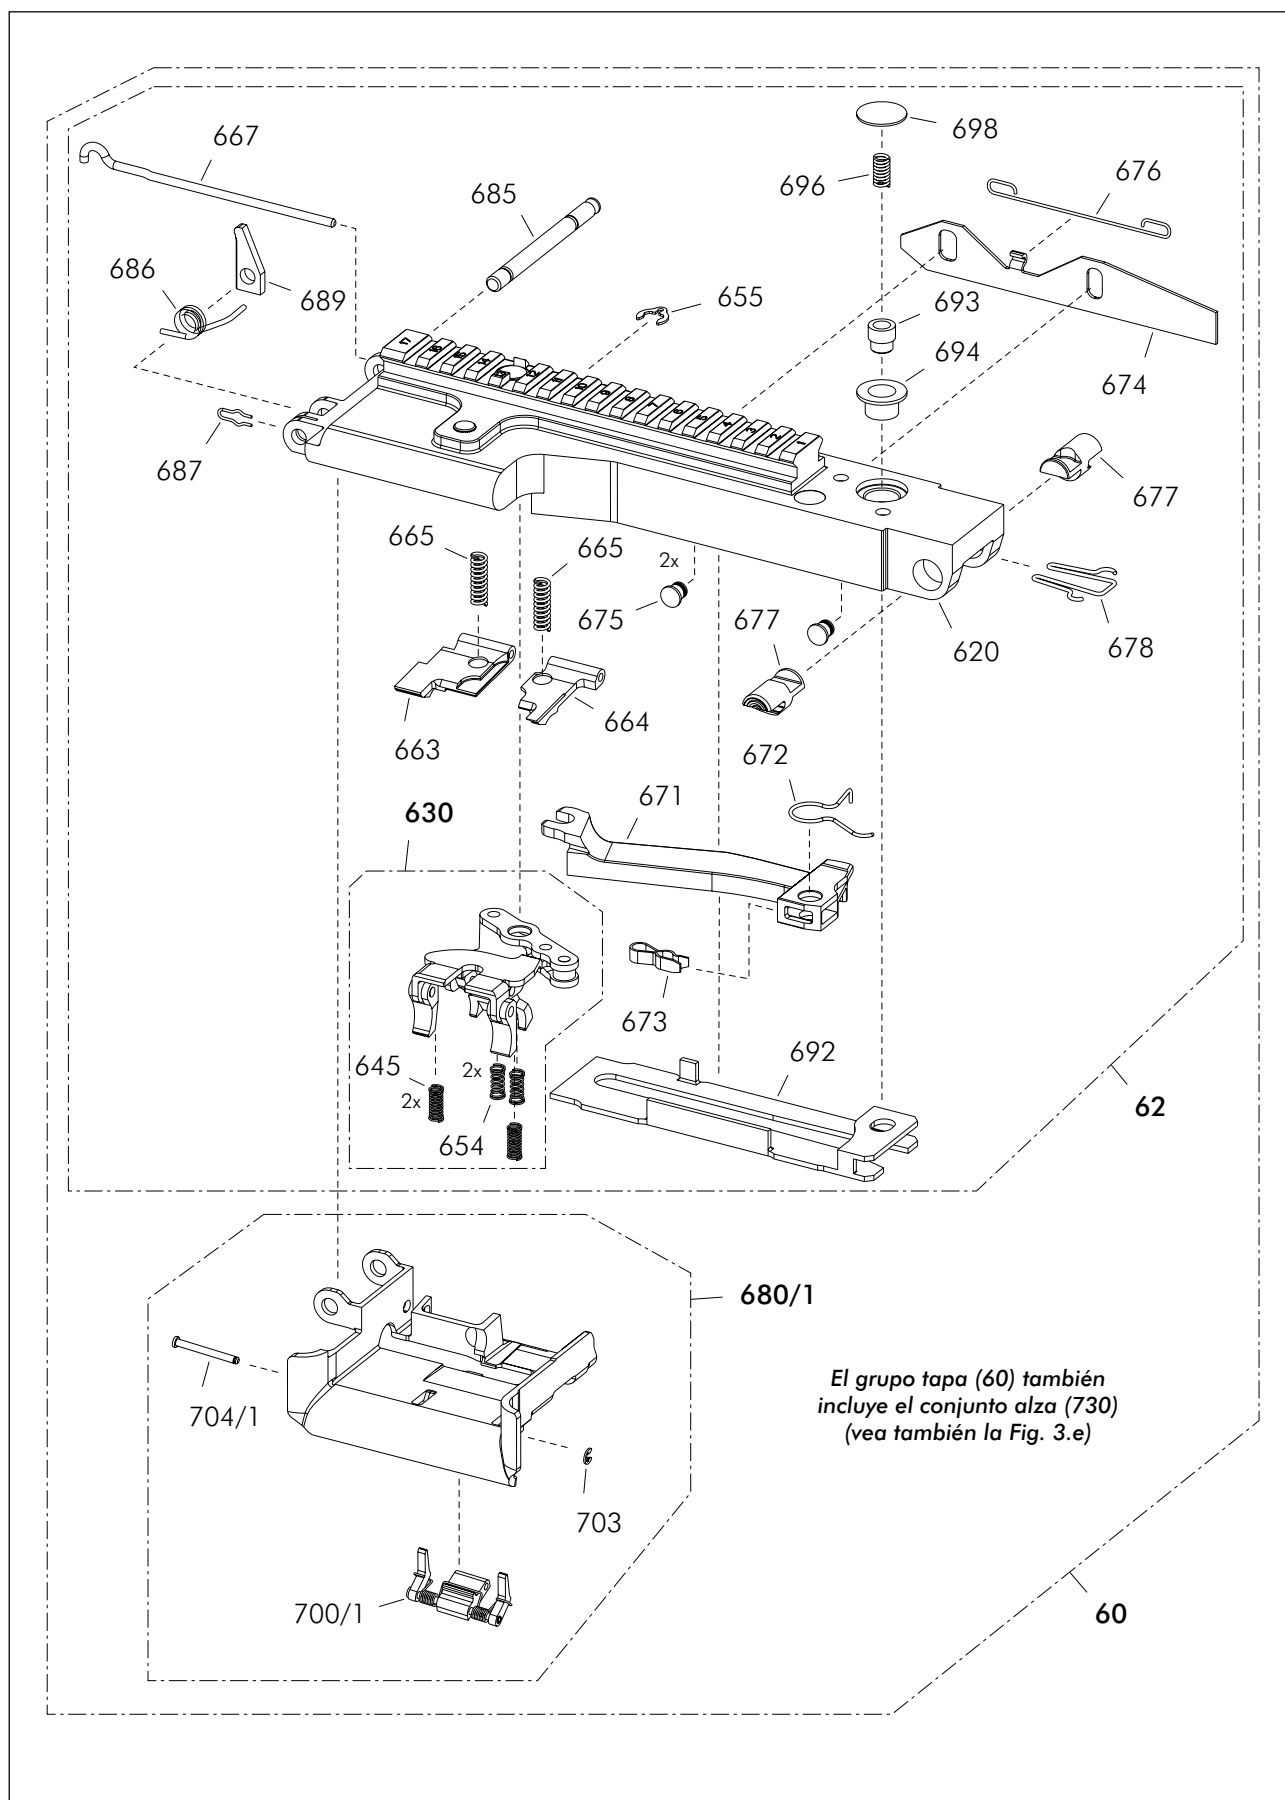

Fig. 3.d - Grupo de alimentación munición [3]
**3.3. GRUPO DE ALIMENTACION MUNICION [3] (Fig. 3.d)**